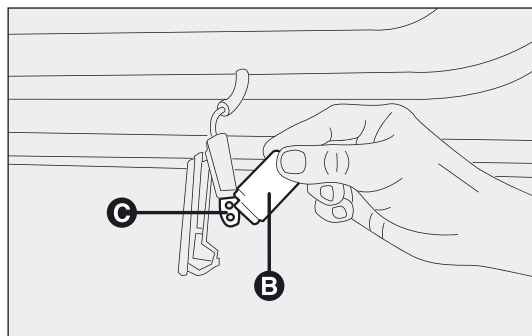

fig. 187
- ☐ druk aan de zijkant bij de twee bevestigingspennen op de lampafscherming B-fig. 187 en kantel deze open;